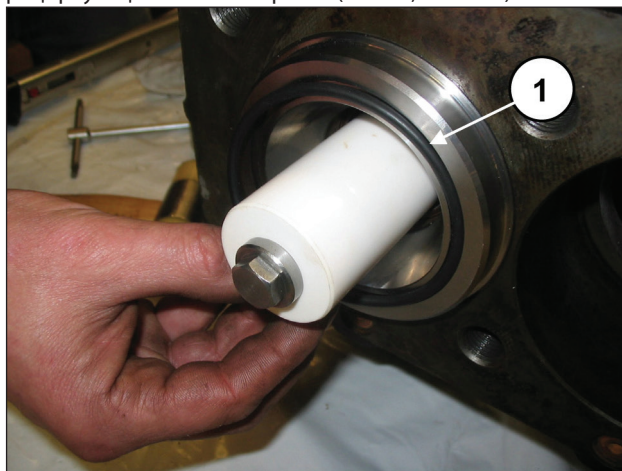
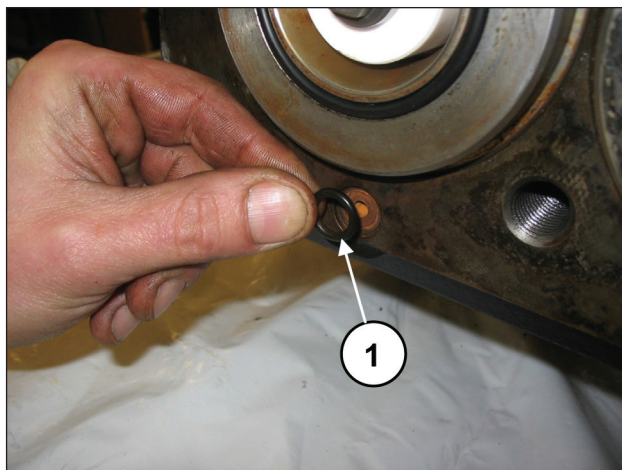

Рис. 152
Рис. 153
Вставьте фронтальное уплотнительное кольцо рубашки (поз. ①, Рис. 152) и уплотнительное кольцо рециркуляционного отверстия (поз. ①, Рис. 153).